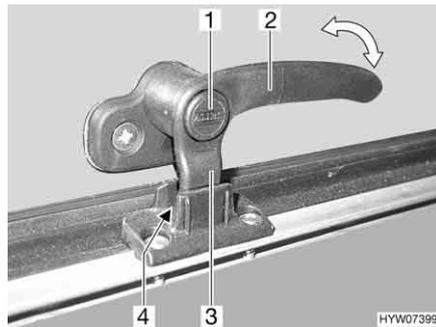
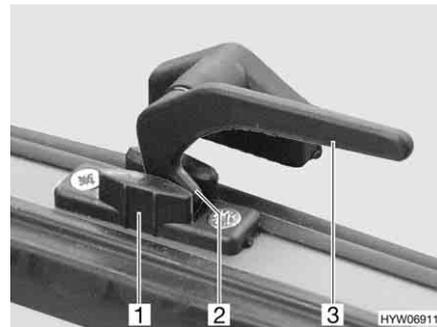

Fig. 96 Levier de verrouillage avec bouton de sécurité en position "Aération permanente"
Fig. 97 Levier de verrouillage en position "Aération permanente"
- En position "Aération permanente" (Fig. 96 et Fig. 97)
- S'il existe, appuyer sur le bouton de sécurité (Fig. 96,1) et le maintenir enfoncé.
- Tourner le levier de verrouillage (Fig. 96,2 ou Fig. 97,3) d'un quart de tour vers le centre de la fenêtre.
- Remettre le levier de verrouillage en position initiale. Le tenon de verrouillage (Fig. 96,3 ou Fig. 97,2) du levier de verrouillage doit pénétrer alors dans le logement prévu à cet effet dans le verrouillage de fenêtre (Fig. 96,4 ou Fig. 97,1).
- Relâcher le bouton de sécurité (Fig. 96,1).